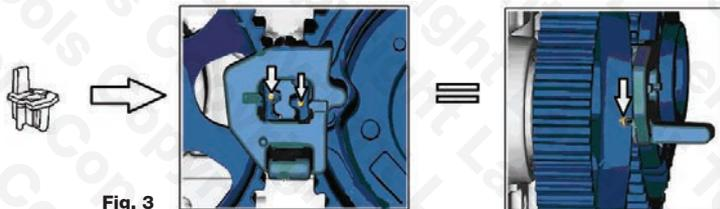

Fig. 3
Utilisé pour bloquer les deux poulies d'arbre à cames ensemble dans leur position de calage. Desserrer les deux poulies en utilisant un outil de maintien de poulie adéquat et utiliser (C) pour placer les poulies dans la position correcte comme illustré à la fig. 3. Vérifier que toutes les marques sont correctement alignées comme illustré.